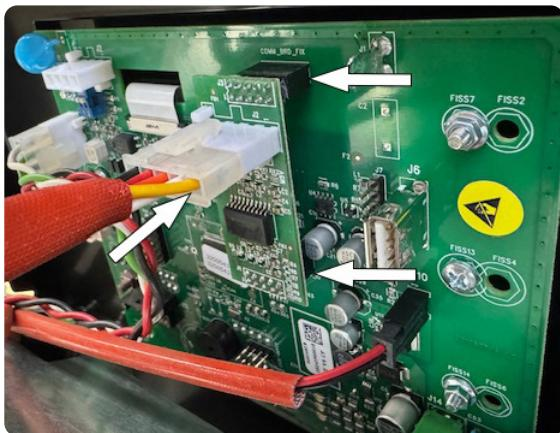

Fig. 9
- ◆ Fissare il circuito Modbus RS485 5602689 (pos.5) al lato posteriore del circuito pannello 5602582 utilizzando i connettori J1 e J4 come indicato in Fig.9.
- ◆ Collegare il connettore 4-poli all'estremità opposta della connessione 5587467 (pos.6) al connettore J2 del circuito interfaccia Modbus RS485 5602689 (pos.5), come mostrato in Fig.9.